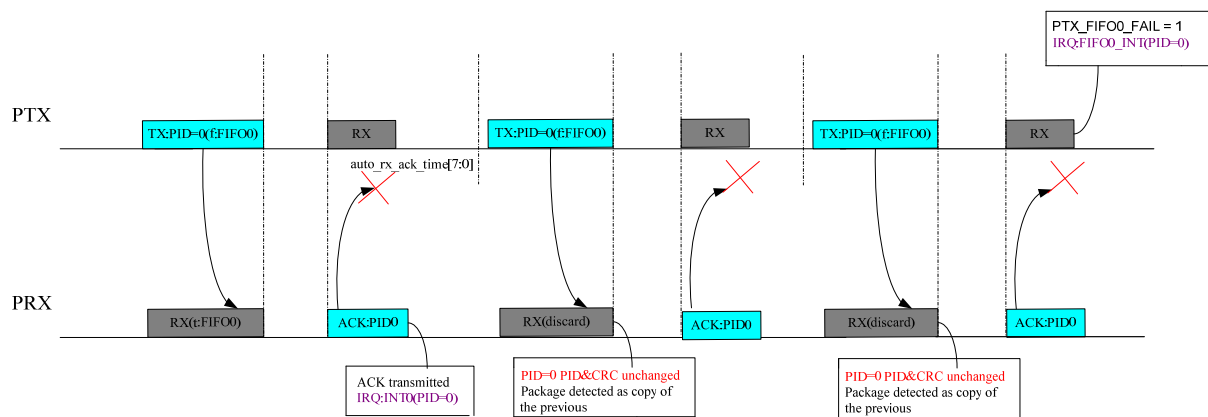

图 7-6 PTX 自动重传情况 3 中断示意图(重发超时, 重发次数为 2)
- ◆ PTX 如果在 AUTO_RX_ACK_TIME 时间内没有成功接收到 PRX 发送的 ACK 信号, PTX 将自动重传上一帧数据包。如重传次数超过设定次数 RE_TX_TIMES (MISC0 寄存器的 Bit11-Bit8), INT 寄存器中的 INTn 中断标志位与 FIFO 发送指示位 PTX_FIFO_n_FAIL (FIFO_nCTRL 寄存器的 Bit15) 将同时置'1'指示发送失败 (详见图 7-4 至图 7-6)。